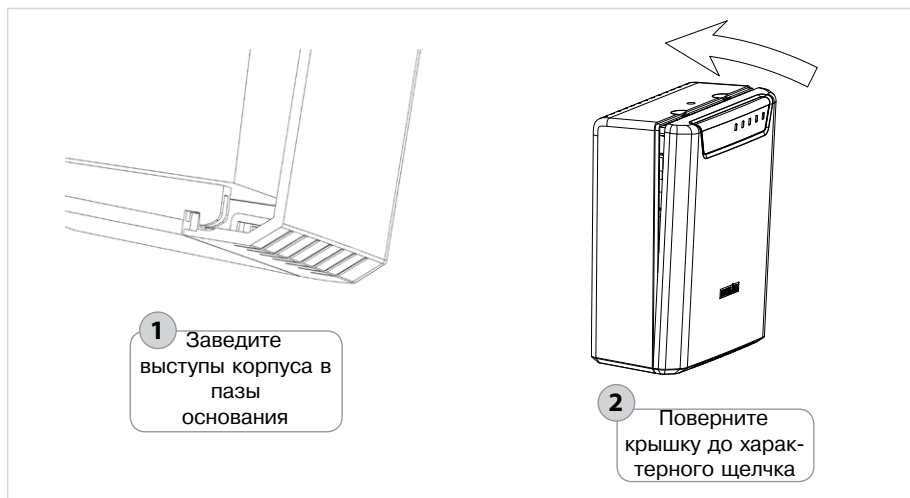

Рисунок 30. Установка крышки
6. Закройте крышку прибора (см. рис. 30). Для этого заведите зацепы нижней части крышки в пазы на корпусе, затем закройте крышку до щелчка.